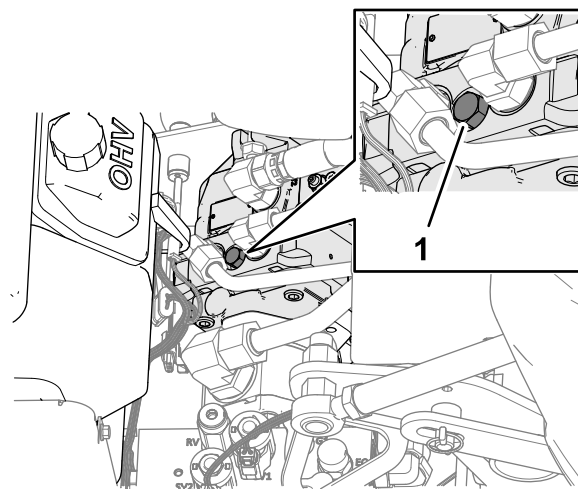

Bild 129
**Hinweis:** Die Lage der Abdeckung für die Schraube des Sicherheitsventils ist unter Bild 129 dargestellt.